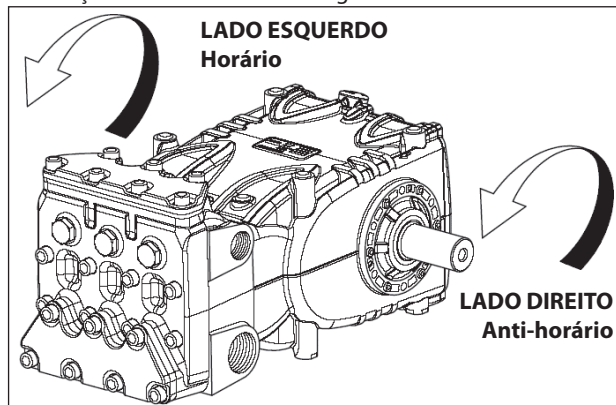

Fig. 5
O sentido da rotação é indicado por uma seta posicionada no cárter, próximo ao eixo da tomada de movimento. Posicionando-se na frente do cabeçote da bomba, o sentido da rotação deverá ser como da Fig. 5.
N.B. A versão relacionada na Fig. 5 é direita.